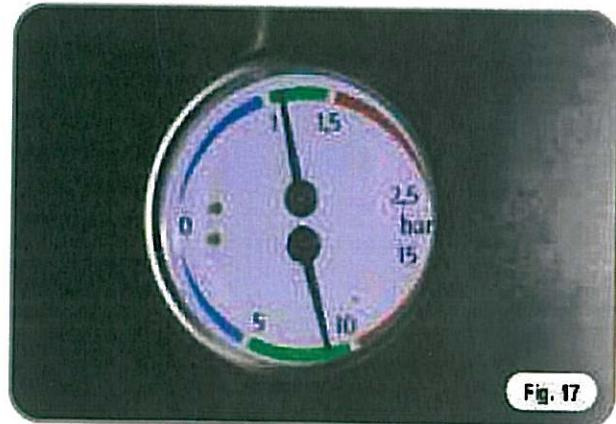

Fig. 17
- Fig.17에 그림과 처럼 압력게이지로 압력을 확인한다.